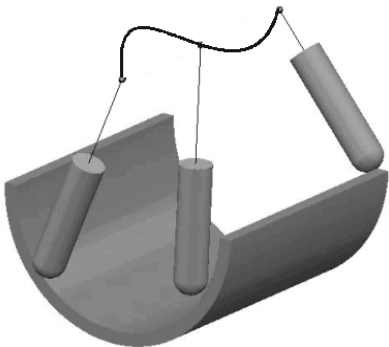

图 2-193 自曲线
(8) 自曲线 自曲线是指刀具刀尖总是远离用户定义的曲线, 如图 2-193 所示。